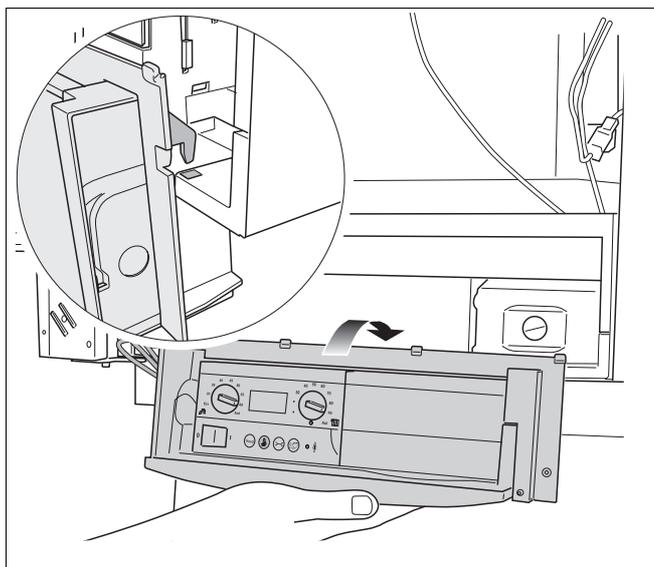

Fig. 127 Agganciare il pannello di servizio al telaio della caldaia
- Agganciare il pannello di servizio alla caldaia, utilizzando i 2 ganci (fig. 127).